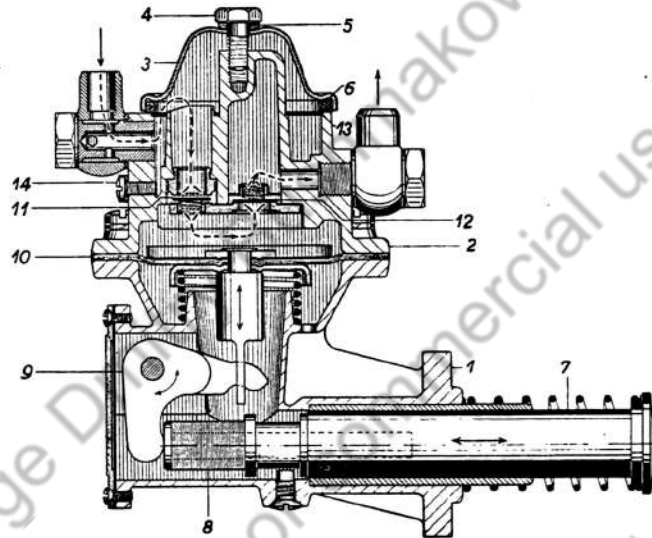

Bild 20. Kraftstoffpumpe
Die Kraftstoffpumpe (Bild 20) ist eine Membranpumpe mit selbsttätig geregelter Förderleistung. Der Antrieb der Pumpe erfolgt über einen Zwischenstößel durch einen besonderen Nocken auf der Nockenwelle. Die Exzenterbewegungen dieses Nockens werden durch einen Pumpenstößel (7) und einen Winkelhebel (9) auf die Membrane (10) übertragen. Der Druckhub der Membrane wird durch eine unter der Membrane angeordnete Feder bewirkt. Über der Membrane sind das Einlaßventil (11) und das Auslaßventil (12) angeordnet. Wird nun der Pumpenstößel durch den Nocken eingedrückt, so wird die Membrane durch den Winkelhebel nach unten gezogen, sodaß der Raum über ihr vergrößert wird und dadurch ein Unterdruck entsteht, durch den das Einlaßventil geöffnet und der Kraftstoff aus der zum Behälter führenden Leitung angesaugt wird. Beim Zurückgehen des Stößels wird durch den Federdruck die Membrane gehoben, was ein Schließen des Einlaß- und ein Öffnen des Auslaßventiles zur Folge hat. Der vorher angesaugte Kraftstoff wird in die Leitung zum Vergaser gedrückt.